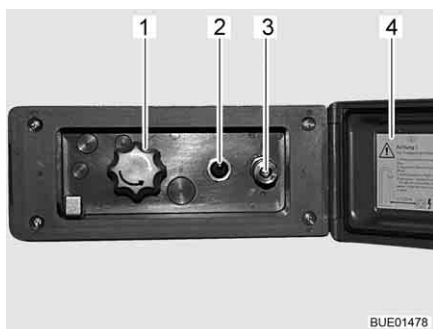

Fig. 120 Raccordo doccia esterno
- Sganciare ed aprire il coperchio (Fig. 120,4).
- Collegare il tubo flessibile della doccia esterna alla chiusura rapida (Fig. 120,3).
- Accendere la pompa dell'acqua con l'interruttore (Fig. 120,2).
- Regolare la temperatura dell'acqua ai gradi desiderati mediante la manopola (Fig. 120,1).
- Spegnere la pompa dell'acqua con l'interruttore (Fig. 120,2).
- Chiudere il coperchio (Fig. 120,4) e bloccarlo con la chiave.
- Ruotare la manopola (Fig. 120,1) sulla posizione centrale.